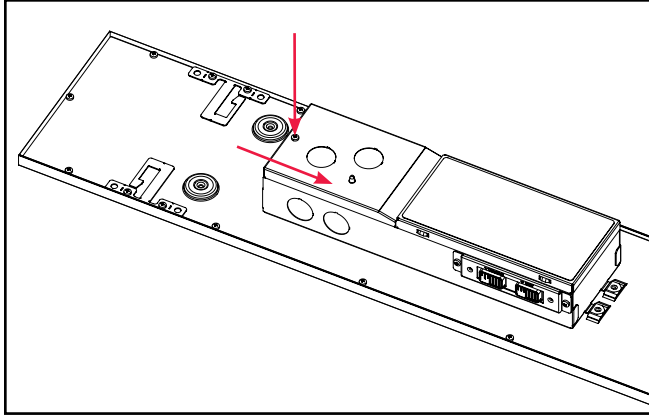

Figure 6.
8. Groupez tous les fils et les capuchons de connexion dans la boîte de jonction du luminaire, réinstallez la plaque d'accès à l'électricité et serrez les vis fermement en place (Figure 6).